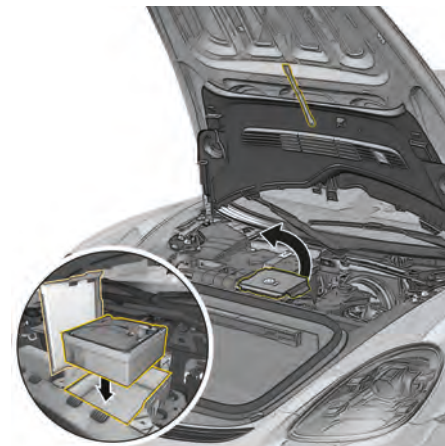

図 214：タイヤ充填コンプレッサーの収納スペースを開く
4. タイヤ充填コンプレッサーの収納ボックスを開いてください（図 214）。